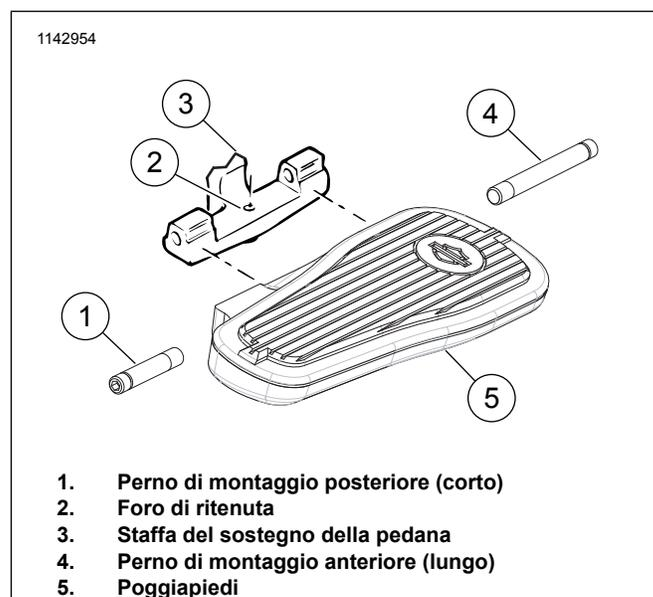

Figura 1. Sostegno della pedana e poggiaiedi
4. Vedere Figura 1 Ottenere molla e sfera dal kit dei sostegni della pedana. Posizionare la molla nel foro di ritenuta (2) nel sostegno della pedana (3). Appoggiare la sfera sopra la molla.
5. Posizionare il poggiaiedi (5) sulla staffa del sostegno della pedana (3), facendo attenzione a non far fuoriuscire la sfera d'acciaio.